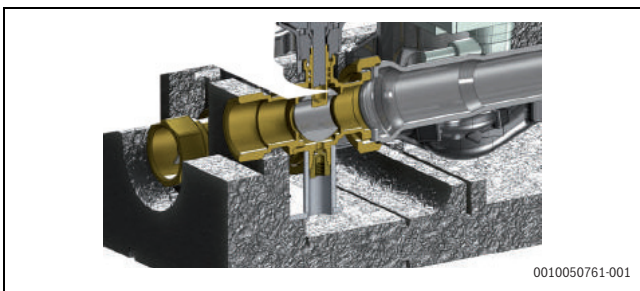
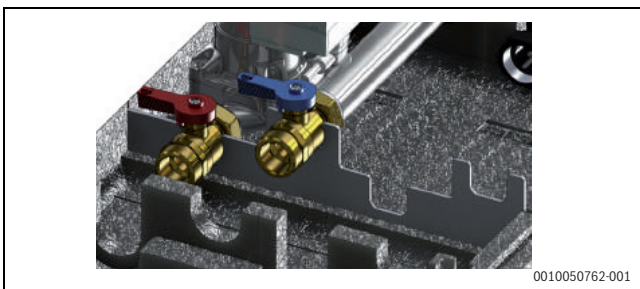

Fig. 316 Fissaggio del circuito DN25
Fig. 317 Fissaggio del circuito DN20
4. Prima di fissare il collettore a zona/separatore idraulico alla parete, installarvi le unità di distribuzione. Come mostrato nelle immagini (→ Fig. 316 e Fig. 317), prestare attenzione durante il fissaggio delle unità alla dima anti-rotazione.